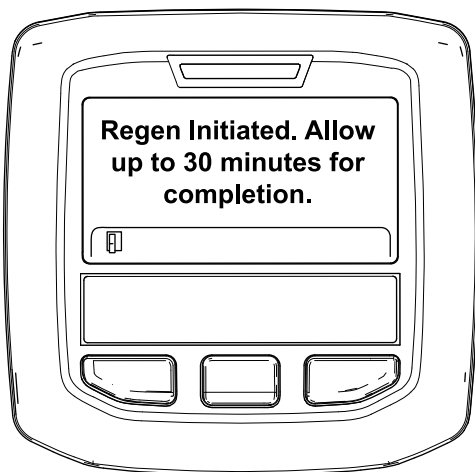

Figure 44
- Si la régénération est autorisée, le message « Regen Initiated. Allow up to 30 minutes for completion » (régén. lancée. Durée max 30 minutes) s'affiche dans l'InfoCenter. Attendez que la machine termine le processus de régénération en stationnement (Figure 44).